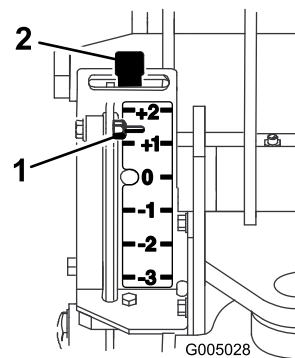
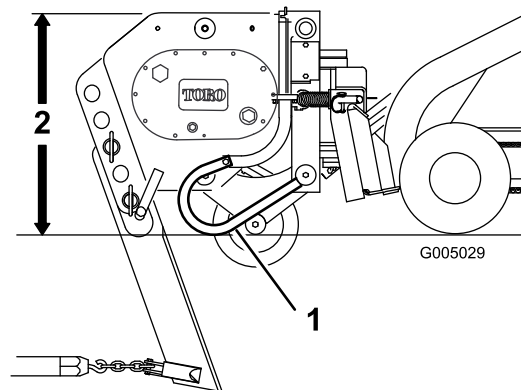

Bild 7
Bild 8
5. Kippen Sie die Anbaugerätplatte ganz nach hinten, sodass die Oberkante des Pflugs mit dem Boden parallel ist (Bild 8).
Das Messgerät befindet sich an der linken Seite des Pflugs, die zur Zugmaschine zeigt. Eine Stange verläuft vom Messgerät zum Boden (Bild 8). Wenn Sie den Pflug anheben, bewegt sich die Anzeige am Messgerät nach unten. Markierungen am Messgerät geben die Zoll an, die Sie über oder unter der Höchsttiefe pflügen (Bild 7). Das Messgerät zeigt von +2 bis -3 an. +2 auf dem Messgerät gibt eine Tiefe von 5,0 cm unter der Oberfläche und -3 auf dem Messgerät gibt 7,6 cm über der Oberfläche an. 0 auf dem Messgerät gibt an, dass kein Versatz auf die Messertiefe angewendet wird.